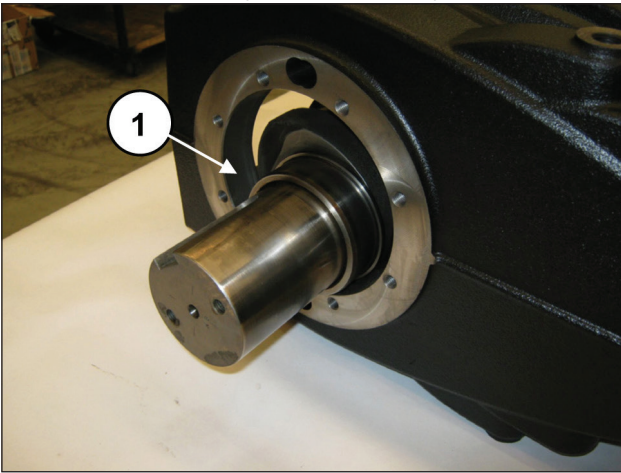
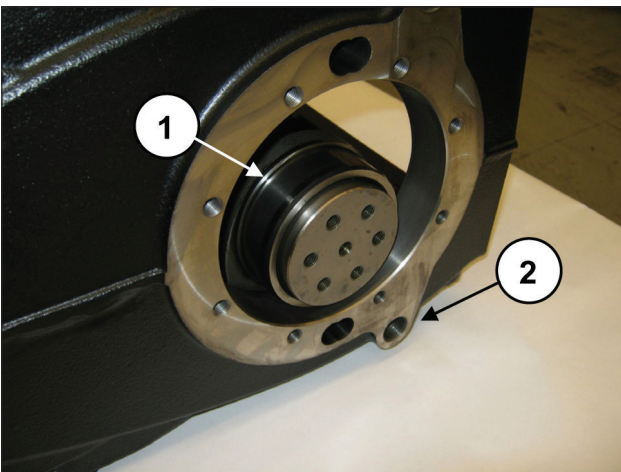

图 51
图 52
曲轴的安装必须令动力输出轴侧的对面与泵壳排油塞孔G1/2"相对(② · 图 52).
直至轴完全插入泵壳中(①, 图 51 和 图 52)。